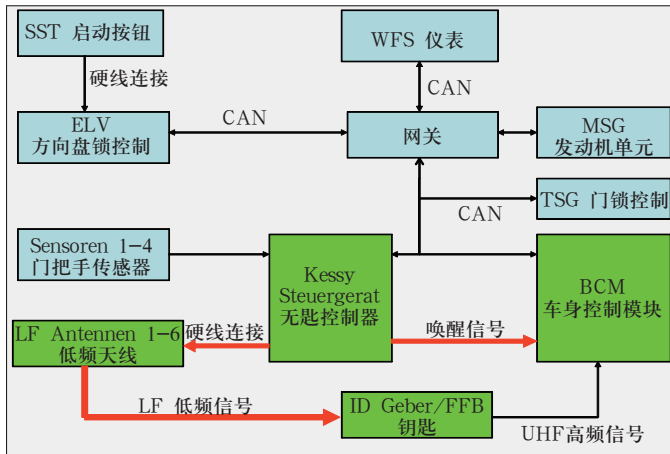

图10 低频信号和唤醒信号发送示意图
3. Kessy控制器通过其所控制的低频天线发送低频信号给钥匙, 如果BCM处于睡眠状态, 则唤醒车身控制模块 BCM(见图10)。
4. 钥匙被低频信号激活后, 发送高频信号给车身控制模块BCM(见图10)。